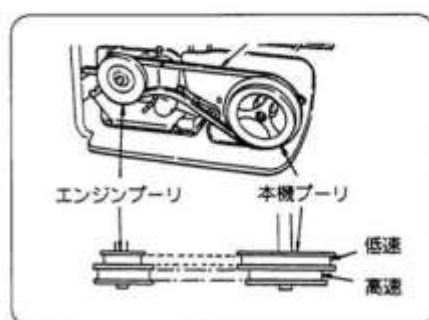

図32
### 9-2 変速のしかた(図32)
- ※ベルトを外すときは、本機プーリ側から外してください。(図32・34)
- ※ベルトを掛けるときは、エンジン側から掛けてください。(図32・34)